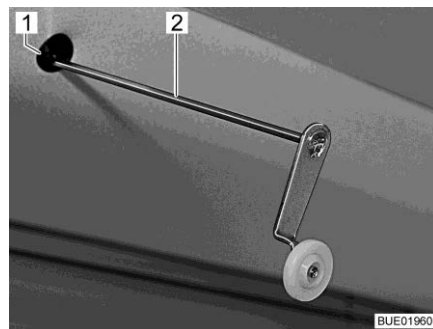

Fig. 140 Manivelle pour le régime de secours
- Insérer la manivelle (Fig. 140,2) ou la clé mâle coudée pour vis à six pans creux dans la réception (Fig. 140,1) sur le moteur. La réception se trouve dans la découpe du cache en haut à gauche sur le lit escamotable.